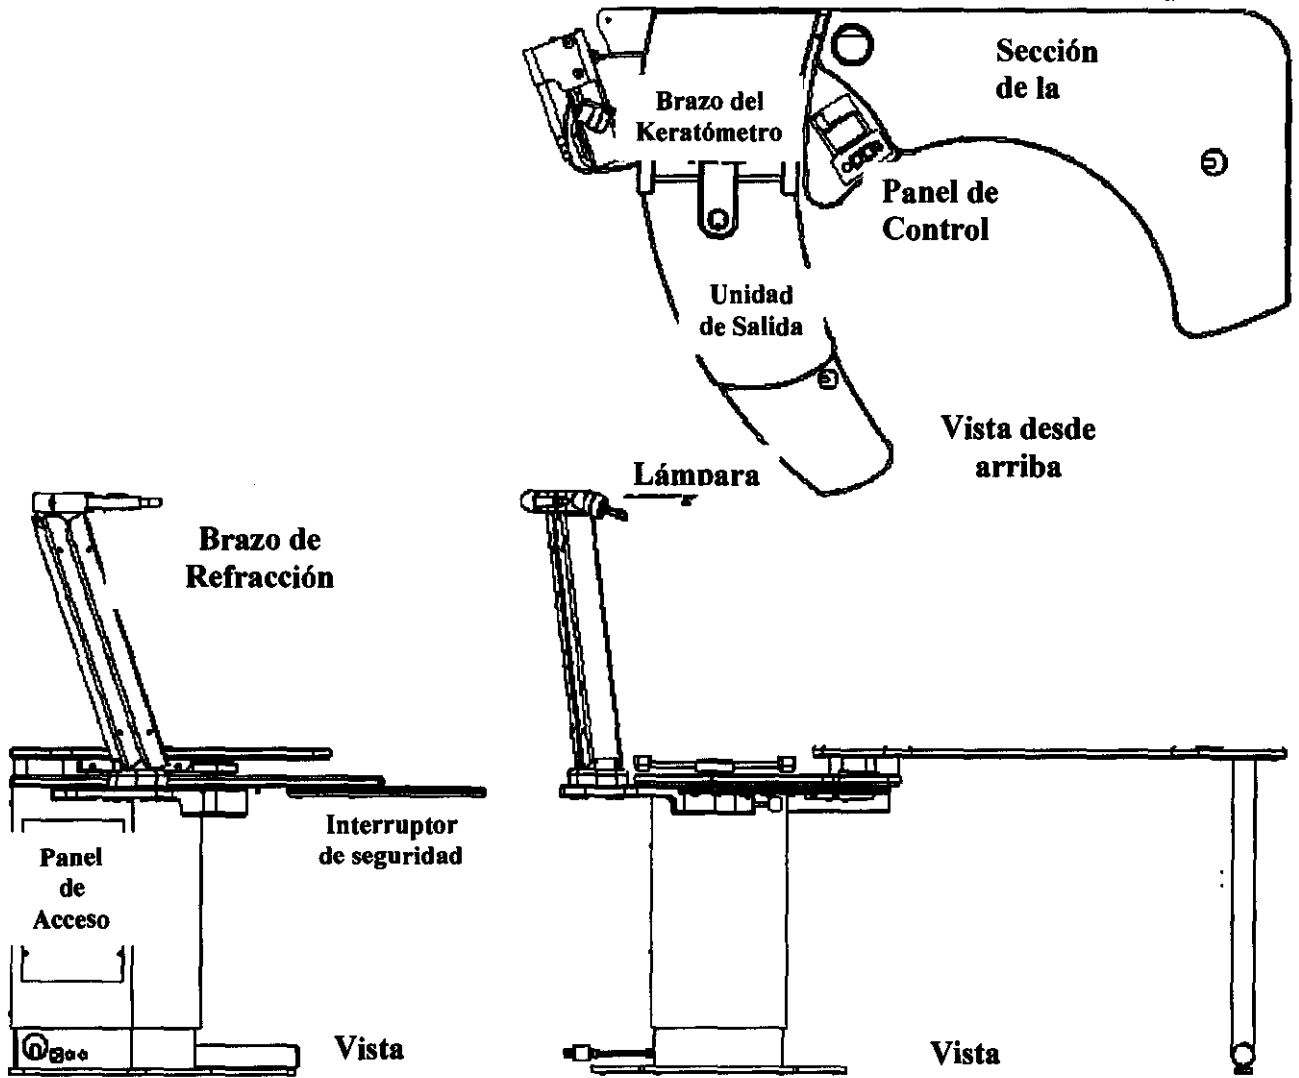

Imagen 1: Sistema de la Mesa IDS-300
- b. Los componentes estándar del Sistema de la Mesa son los siguientes: unidad de entrega, brazo de refracción eléctrico, parte de la mesa, y kit de accesorios. Utilice la Imagen 1 para identificar los componentes principales para todos los pasos de ensamblaje.
- d. Levante la parte de la mesa con la pata adjunta (se requiere 1 persona), y coloque el extremo del interruptor arriba del tubo de metal gris (vea la Imagen 1 para mejor orientación). Alinee las ranuras en el soporte de metal gris con los insertos en la parte inferior de la mesa. Instale dos (2) tornillos de 3/8-16 x 1 pulgadas y dos (2) arandelas planas utilizando una llave Allen 7/32. Si la sección de la mesa se encuentra cerca de una pared, deslice la mesa en las ranuras para que esté lo más ajustado a la pared posible. Ajuste bien los tornillos.